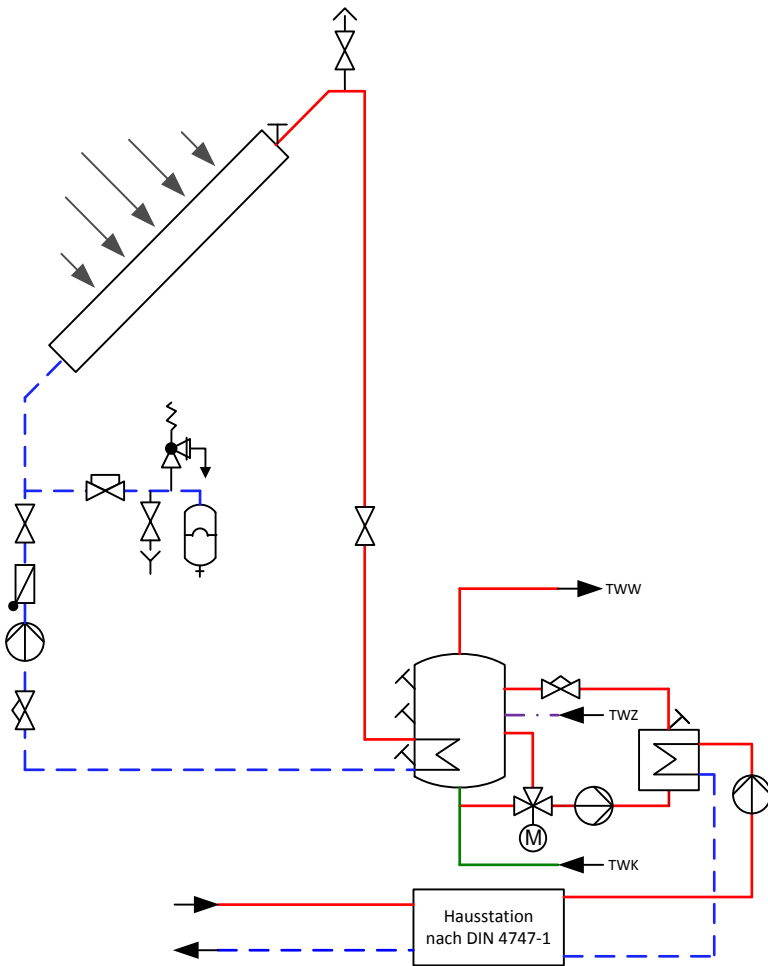

Bild 11: Trinkwassererwärmer mit außen liegendem Wärmeübertrager für die Nachheizung
- Solaranlage mit Speicher-Trinkwassererwärmer und außen liegendem Wärmeübertrager für die Nachheizung (Bild 11)